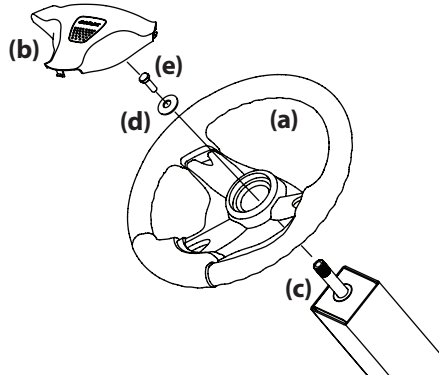

Figura 2-8
1. Retire los elementos de ferretería para fijar el volante (a) que están debajo de la tapa del volante (b). Extraiga con cuidado la cubierta del volante (b) mediante palanca para retirar los elementos de ferretería. Consulte la Figura 2-8.
2. Con las ruedas del tractor ubicadas rectas hacia adelante, coloque el volante (a) sobre el eje de dirección (c). Consulte la Figura 2-8.
3. Coloque la arandela plana y la arandela belleville (d) por encima del volante (a) y ajústela con el tornillo hexagonal (e). Consulte la Figura 2-8.
4. Coloque la cubierta del volante (b) sobre el centro del volante (a) y empuje hacia abajo hasta que calce en su lugar. Consulte la Figura 2-8.